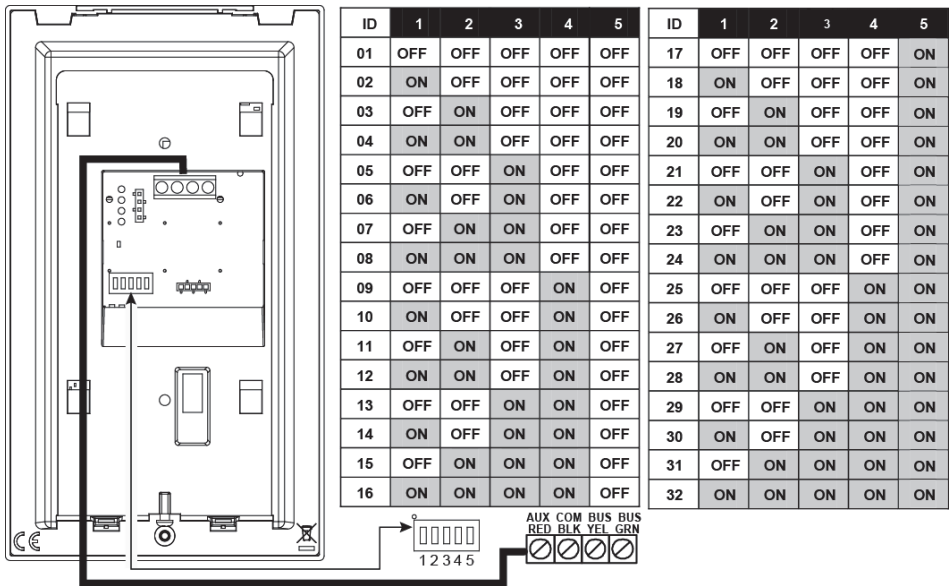

Figure 7
4. Raccordez les fils au connecteur (AUX, COM et BUS) conformément à la Figure 7.
Utilisez les commutateurs DIP 1 à 5 pour définir l'ID de bus de chaque accessoire/détecteur en vous reportant au tableau de la Figure 7.